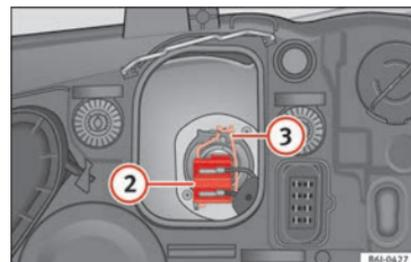

Fig. 185 Anabbagliante.
- Estrarre il connettore **» fig. 185 2** della lampada.
- Sganciare la molla di ritegno **» fig. 185 3** premendo verso l'interno e a destra.